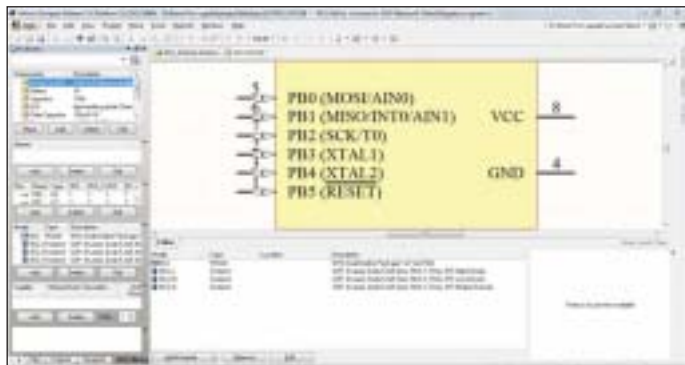

Рис. 18. УГО ATtiny12L-4SC
2. Если панель *SCH Library* не открылась автоматически, активируйте ее кнопкой *SCH/SCH Library* в правом нижнем углу рабочего окна. На панели в списке компонентов выберите *ATtiny12L-4SC* (рис. 18).